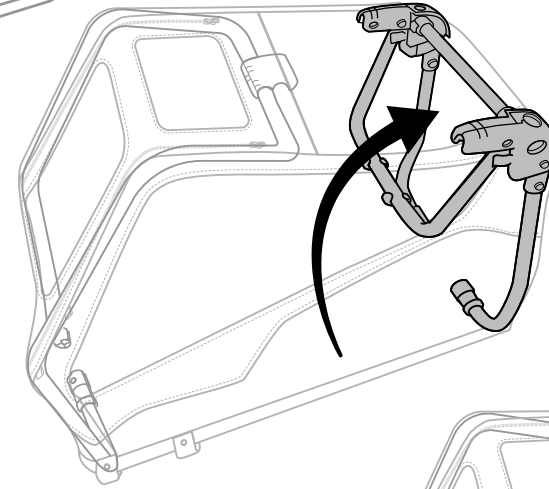

Figure 2
2. Faites pivoter le tube de cadre arrière vers l'arrière de la remorque (Figure 2).